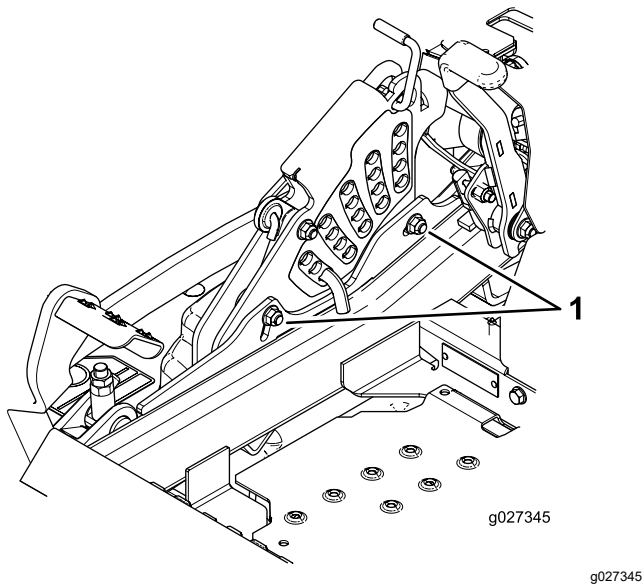

Figure 100
11. Pour régler le système monopoint, desserrez les 2 boulons au bas de la plaque de hauteur de coupe (Figure 100).
13. Serrez les 2 boulons au bas de la plaque de hauteur de coupe (Figure 100).